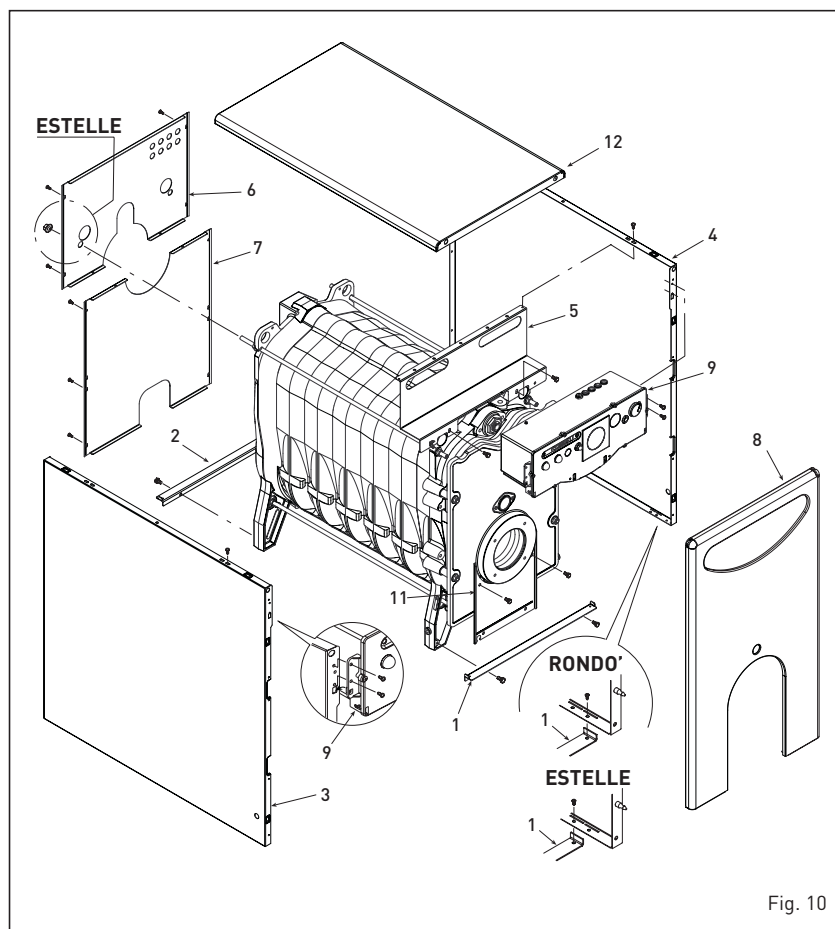

Fig. 10
3.3.3 Demontage van de mantel (fig. 10)
De demontage van de onderdelen van de mantel van de ketel dient als volgt te geschieden (fig. 10):